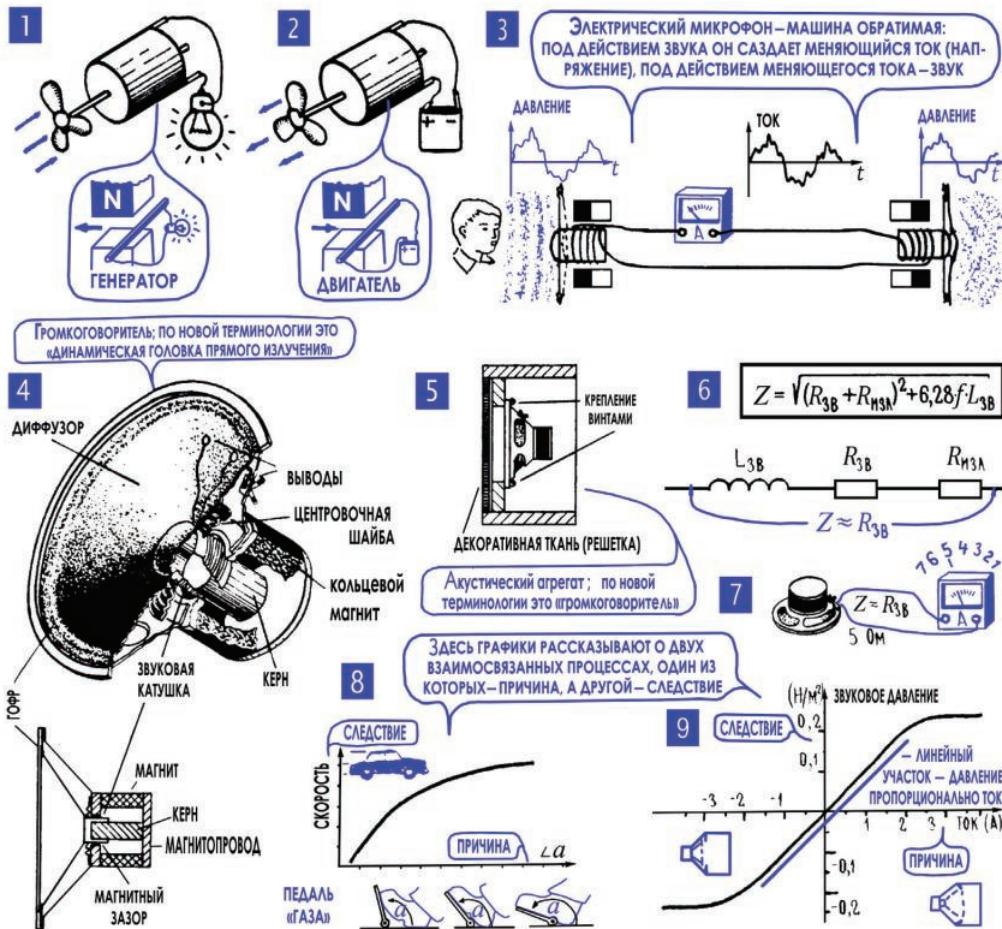
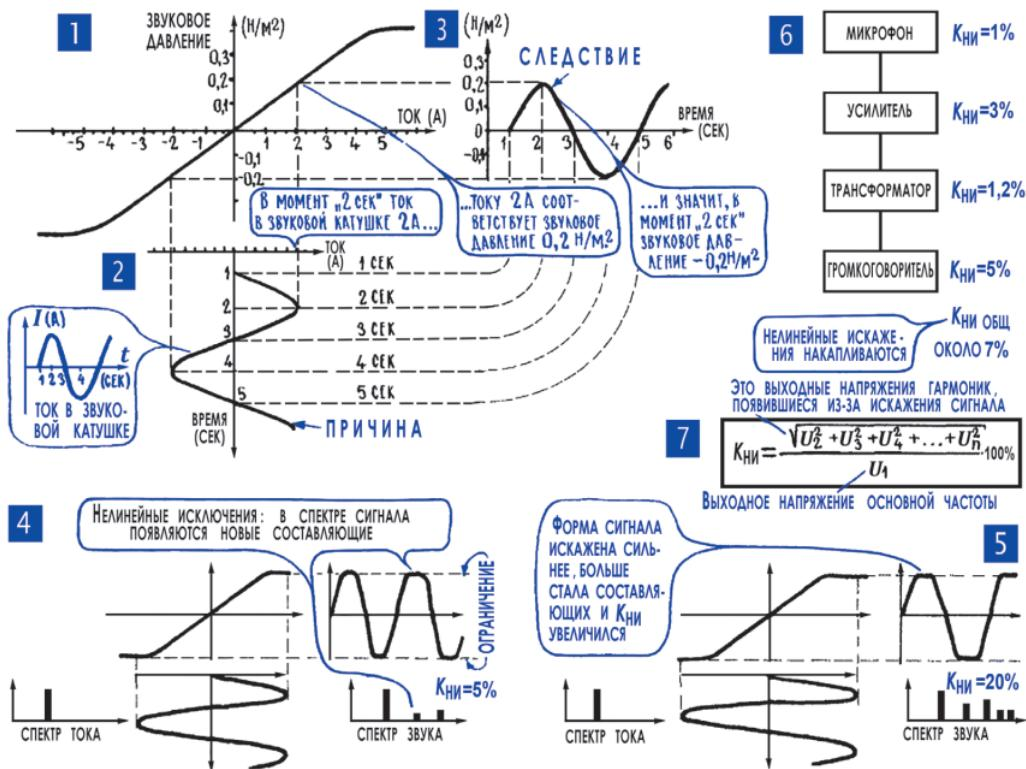

Рис. 8.6. Громкоговоритель (динамик) и его свойства
Рис. 8.7. Искажения в громкоговорителе (динамика)
**4. Громкоговоритель создает звуковую копию электрического сигнала.** Многие типы электрических генераторов являются машинами обратимыми – они могут работать двигателями, если подать на них напряжение (см. далее рис. 8.6; 1, 2). Точно так же многие типы микрофонов могут производить обратное преобразование – создавать звуковые волны, используя энергию электрического сигнала. Если к определенным граням пьезокристалла подвести напряжение, то в результате все того же пьезоэффекта произойдет некоторая деформация кристалла. А если подвести к нему переменное напряжение, то деформация будет идти непрерывно, кристалл будет двигаться и излучать звуковые волны.
**6. Основные детали динамического громкоговорителя: корпус, магнитная система, звуковая катушка, система подвеса катушки, диффузор.** Устройство электродинамического громкоговорителя, или, короче, динамического громкоговорителя, или, еще короче, динамика, показано на рис. 8.6; 4. Недавно громкоговоритель стали называть динамической головкой прямого излучения, а название «громкоговоритель» передали мощным акустическим системам, в них обычно входит несколько таких головок, которые мы по стариинке будем все же называть громкоговорителями – десятки лет существовало такое название, оно навсегда осело в миллионах радиолюбительских книжек и статей.
*7. Две важные характеристики громкоговорителя – сопротивление звуковой катушки и электрическая мощность.* Чтобы громкоговоритель излучал звуковые волны, к его звуковой катушке нужно подвести низкочастотный электрический сигнал – переменное напряжение. Под действием этого напряжения по звуковой катушке пойдет низкочастотный переменный ток, он создаст магнитное поле катушки, оно начнет взаимодействовать с полем постоянного магнита, и катушка придет в движение. Каким будет этот ток, а значит, и интенсивность движения диффузора, зависит не только от напряжения. В соответствии с законом Ома это еще зависит от сопротивления звуковой катушки. Сопротивление это – характеристика сложная, его величину определяют несколько физических процессов. Здесь и обычное активное сопротивление проводов, и те затраты энергии, которые связаны с излучением звуковых волн, и, наконец, индуктивное сопротивление катушки – она, правда, содержит лишь несколько десятков витков, имеет небольшую индуктивность  $L_{\text{зв}}$ , однако на самых высших звуковых частотах эта индуктивность создает заметное индуктивное сопротивление (гл. 6; 16, рис. 8.6; 6), которое прибавляется к чисто активному, как иногда еще говорят, омическому сопротивлению проводов катушки  $R_{\text{зв}}$ .
Общее сопротивление, которое образуется и чисто активным, и реактивным сопротивлением (индуктивным или емкостным, или обоими одновременно), называют комплексным сопротивлением и обозначают буквой  $z$ . Поскольку индуктивная составляющая комплексного сопротивления катушки  $z_{\text{зв}}$ , как и всякая другая индуктивная составляющая, меняется с частотой (гл. 6; 16), то и общее комплексное сопротивление катушки тоже меняется с частотой. В справочных данных сопротивление звуковой катушки  $z_{\text{зв}}$  указывают для частоты 1000 Гц. Обычно оно всего на 10–20 % больше чисто активного сопротивления катушки, и поэтому, смирившись с некоторой погрешностью, можно считать сопротивлением звуковой катушки именно величину  $R_{\text{зв}}$ . Это очень удобно, потому что  $R_{\text{зв}}$  можно легко измерить омметром (рис. 8.6; 7).
Шофер нажимает на педаль акселератора, или, как ее часто называют, педаль газа, и автомобиль набирает скорость. Первый из этих двух процессов (нажимание на педаль) есть причина, второй (увеличение скорости автомобиля) – следствие. Об их взаимосвязи можно рассказать словами или формулой, но проще всего с помощью графика. График (рис. 8.6; 8) покажет, что чем больше угол  $\alpha$  отклонения педали, тем выше скорость автомобиля – водитель сильнее нажимает на педаль, в цилиндры двигателя поступает большее горючей смеси. Вначале с увеличением угла  $\alpha$  скорость увеличивается довольно резко, но затем график идет все более полого. В значительной мере это объясняется тем, что с ростом скорости автомобиля возрастают разного рода потери энергии, например потери, связанные с завихрениями встречного воздуха. Да и мощность двигателя приближается к своему пределу.
Аналогичный график (рис. 8.6; 9) «причина – следствие» хорошо иллюстрирует и работу громкоговорителя. Причиной здесь будем считать ток в звуковой катушке, следствием – то избыточное давление воздуха, которое создает диффузор (гл. 8; 6). Для начала рассмотрим крайне упрощенную картину – диффузор помещен в небольшую замкнутую камеру и совсем уже напоминает поршень насоса. Чем больше ток в звуковой катушке, тем сильнее она втягивается в магнитное поле постоянного магнита, тем дальше выдвигается диффузор и тем, следовательно, большее давление перед ним. А если поменять направление тока (это обратное направление тока
В нашем конкретном примере (рис. 8.6; 9) линейный участок соответствует токам от  $-2\text{ A}$  до  $+2\text{ A}$ . За этими пределами, то есть при токах более сильных, чем  $+2\text{ A}$  и  $-2\text{ A}$ , характеристика загибается, становится нелинейной. Протяженность линейного участка практически и определяет ту электрическую мощность, которую можно подводить к громкоговорителю, а значит, и мощность излучаемого звука.
За основу берем характеристику «ток – давление» (рис. 8.6; 9, рис. 8.7; 1) именно она показывает, как зависит давление перед диффузором от тока в звуковой катушке, а значит, именно эта характеристика позволит узнать, каким будет звуковой сигнал, как будет меняться звуковое давление, если меняется ток.
К характеристике «ток – давление» пристыковываем график тока (рис. 8.7; 2), повернув его, положив его на бок с таким расчетом, чтобы ось тока этого графика совместилась с осью тока на характеристике «ток – давление» (рис. 8.7; 1). Эта операция – всего лишь стремление к удобству: теперь мы сможем легко и быстро от одного графика переходить к другому, для этого достаточно провести между ними короткую пунктирную линию. Отметим, например, что в момент 2 с ток в звуковой катушке равен 2 А, и тут же перейдем к характеристике «ток – давление», определим, что под действием тока 2 А громкоговоритель создаст звуковое давление 0,2 Н/м2. И подведем итог – в момент 2 с перед диффузором будет давление 0,2 Н/м2. Отсюда уже остается буквально один шаг до графика звукового сигнала. Пристыковав к характеристике «ток – давление» две перпендикулярные
оси (рис. 8.7; 3), будем определять звуковое давление для разных моментов времени и строить график звукового сигнала.
**11. Нелинейные искажения: в спектре сигнала появляются посторонние составляющие.** Совмещенные графики – характеристики «ток – давление», график тока и график звука – подробно рассказывают, как создается звуковой сигнал и каким он получается. Говорят они, в частности, о том, что частота звука равна частоте тока, что с увеличением амплитуды тока растет и амплитуда звукового сигнала, что характер изменения звука, форма его графика, в точности повторяет график электрического сигнала (рис. 8.7; 2, 3).
Этот последний вывод, однако, справедлив только в случае, если ток не выходит за пределы линейного участка характеристики «ток – давление». Если же ток заходит в область загибов этой характеристики, то прямая пропорциональная зависимость между током и давлением нарушается, и график звука уже становится непохожим на график тока (рис. 8.7; 4, 5). Такое искажение сигнала называется нелинейным.
**12. Коэффициент нелинейных искажений показывает, какой процент общей мощности приходится на долю посторонних составляющих.** Чтобы оценить, насколько же сильно искажается сигнал, можно просуммировать всю появившуюся «грязь», просуммировать мощность всех новых, никому не нужных составляющих и посмотреть, каков удельный вес этой мощности в выходном сигнале. Именно об этом и говорит коэффициент нелинейных искажений –  $K_{\text{ни}}$ . Чтобы определить его, на вход устройства (в данном случае речь идет о громкоговорителе, но, как мы скоро увидим, нелинейные искажения могут возникать и в других элементах электронной аппаратуры) подают чистую синусоиду, а на выходе раздельно измеряют мощность этой синусоиды и мощность гармоник, которые появились в результате нелинейных искажений. Определенное соотношение этих мощностей (рис. 8.7; 7), выраженное в процентах, и есть коэффициент нелинейных искажений  $K_{\text{ни}}$ . Чаще  $K_{\text{ни}}$  выражают не через мощности, а через звуковое давление, от которого, как известно, и зависит мощность звука.